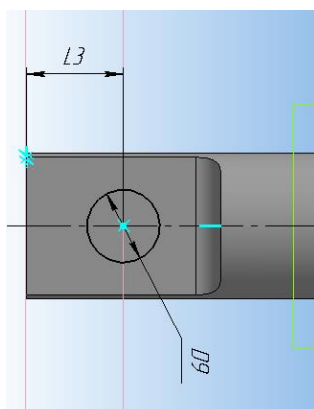

Рисунок 46.
16. На расстоянии размера **L3** выполните окружность радиуса **D9** согласно вашему варианту (рисунок 46).